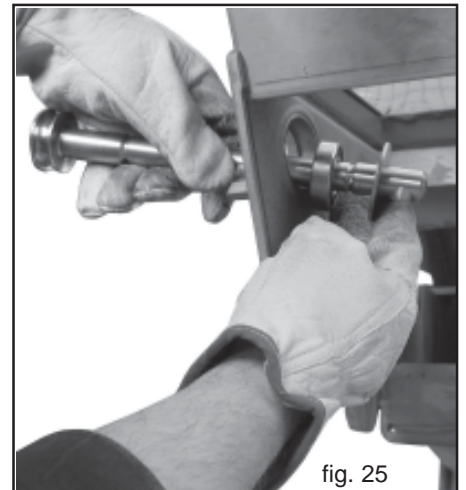

fig. 25
- 4) Durch leichtes Verkanten der Welle und Druck nach innen das Lager und die Deckscheibe aus dem Lagersitz druecken (Abb. 25). Gleiche Arbeit auf der Gegenseite ausfuehren.